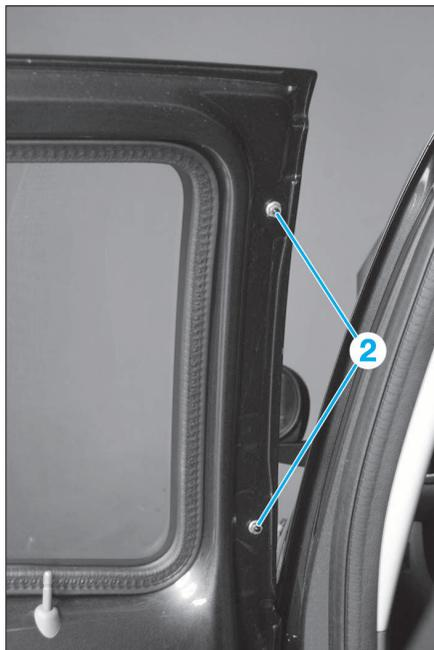

FIG. 88
- En soutenant la vitre, déposer les écrous (2) (Fig.88).